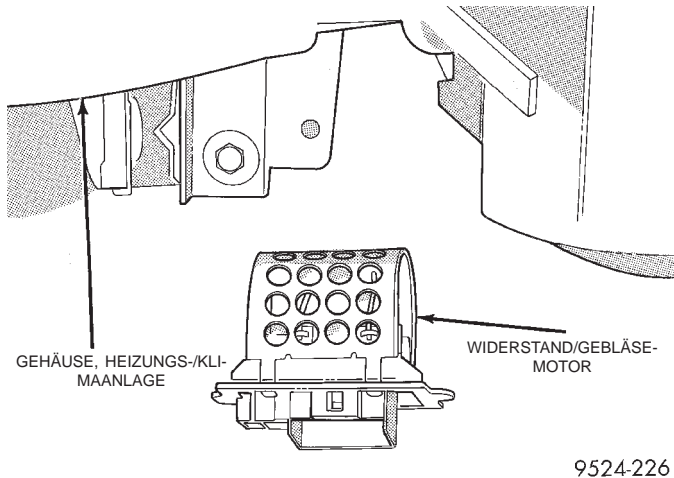

Abb. 15 Widerstand des Gebläsemotors
- (1) Das rechte Geräuschkämmelement/Kanal unter der Instrumententafel ausbauen.
- (2) Steckverbinder vom Widerstand abziehen.
- (3) Befestigungsschrauben des Widerstands lösen.
- (4) Widerstand aus dem Gehäuse der Heizung herausziehen (Abb. 15).